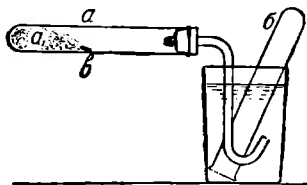

Рис. 10.
■ **Опыт 2.** Составьте прибор, как на рис. 10. Насыпьте в пробирку *a* углемедной соли (*a*₁), примерно, столько, сколько показано на рисунке, вставьте на место пробку с трубкой и укрепите пробирку в зажиме штатива. Вторую пробирку *b* наполните до краев водой, заткните пальцем, переверните, погрузите в воду и отнимите палец под водой. Таким же
образом погрузите в стакан еще одну пробирку. Когда все готово, начните нагревать углемедную соль. Нагревайте сначала в месте, обозначенном на рис. 10 буквой *в*, а затем постепенно подвигайте пламя к доньшку пробирки. После того как из газоотводной трубки начнут выделяться пузырьки газа, выждите некоторое время, чтобы газ вытеснил из пробирки *а* находящийся там воздух, и затем соберите газ в пробирки над водой.